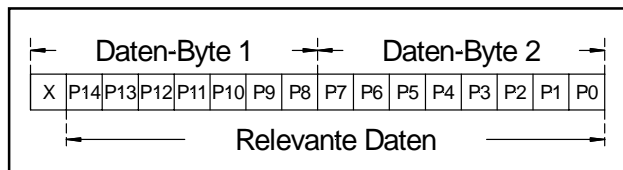
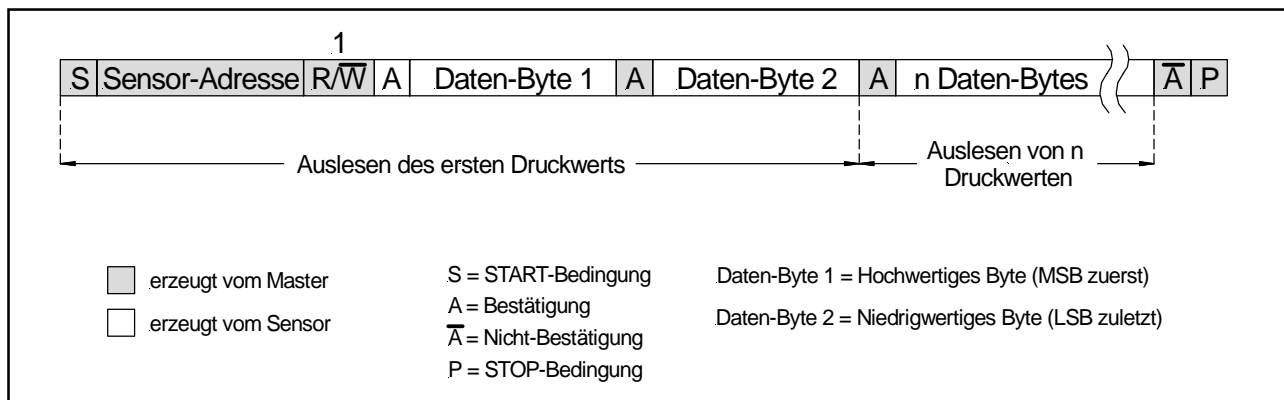

Bild 10: Druckwert als 15-Bit-Information
Bild 9: I²C-Bus-Auslesevorgang von digitalen Druckwerten
Um einen Auslesevorgang zu starten, sendet der Master nach der START-Bedingung die entsprechende Sensoradresse (entweder 0x1111000bin oder die kundenspezifisch festgelegte Adresse) gefolgt von einem Lesebefehl ($R/\bar{W}=1$) (siehe Bild 9). Nach der Bestätigung des Datenempfangs (A) durch den Sensor wird der Master zum Empfänger und der Drucksensor zum Sender. Der Sensor sendet nun 2 Daten-Bytes mit dem aktuell gemessenen Druckwert als 15-Bit-Information (siehe Bild 10). Der Master muss nach dem ersten Byte eine Bestätigung senden und kann den Auslesevorgang nach dem zweiten Byte durch eine STOP-Bedingung beenden. Er hat jedoch genauso die Möglichkeit, kontinuierlich weitere Druckwerte auszulesen. Hierzu muss der Master nach dem letzten übertragenen Byte eine weitere Bestätigung senden. Der Drucksensor fährt dann mit dem Senden aktueller Werte fort.